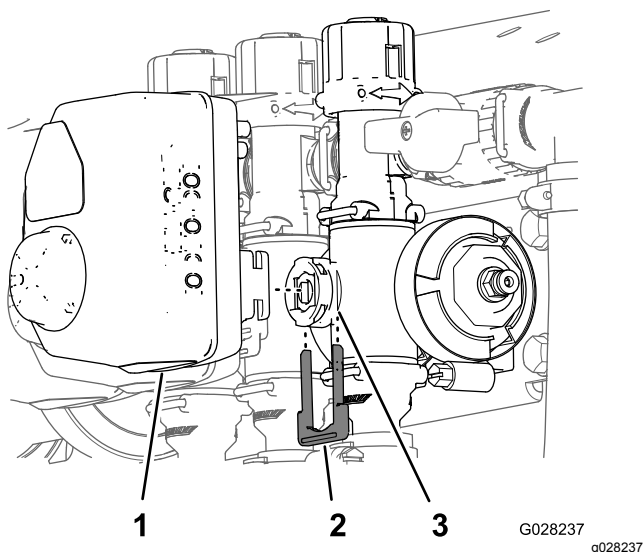

Figura 109
3. Rimuovete il fermo che fissa l'attuatore alla valvola del collettore per la valvola di controllo del volume, la valvola dell'agitatore, la valvola principale delle barre o la valvola di sezione delle barre (Figura 109).